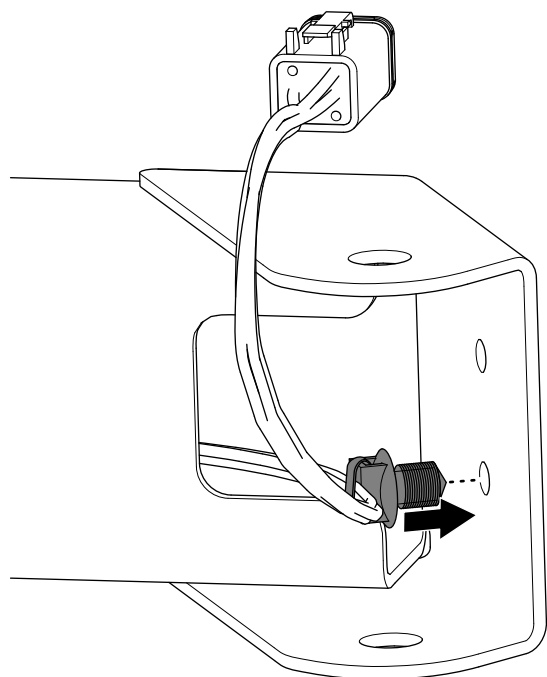

Figura 12
6. Introduzca la grapa del arnés de cables en el taladro del extremo del soporte del foco de trabajo, según se muestra en Figura 12.